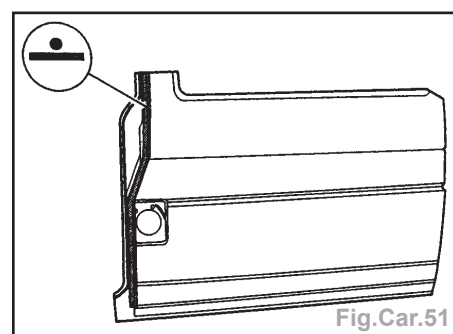

Fig.Car.51
- Avant de procéder au soudage, relier par points de soudure le panneau latéral AV et la section du montant B (Fig.Car.51).